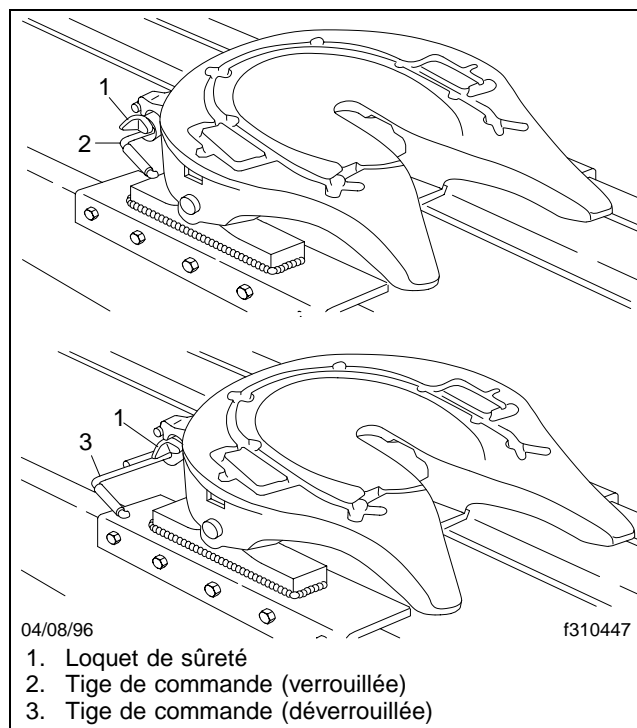

Fig. 10.13, Mécanisme de verrouillage du pivot d'attelage Simplex, verrouillage et déverrouillage
déplaçant le pivot d'attelage. Lorsqu'on dégage le tracteur de la semi-remorque, le pivot d'attelage fait tourner la mâchoire jusqu'à ce que celle-ci soit dans une position permettant au pivot d'attelage de sortir du mécanisme. Lorsque la mâchoire est entièrement ouverte, la tige de commande du verrou sort de la position de verrouillage et la sellette d'attelage est prête pour l'attelage. Consultez la **Fig. 10.13**.
6. *Si le véhicule est équipé d'un déverrouillage manuel du pivot d'attelage* : Libérez le mécanisme de verrouillage du pivot d'attelage en soulevant le loquet de sûreté vers l'arrière et en tirant la tige de commande du verrouillage vers l'extérieur et vers le haut pour la placer en position déverrouillée. Consultez la **Fig. 10.13**. Le décalage de la tige supérieure de commande de verrouillage devrait reposer sur la pièce coulée qui se trouve au-dessus de l'orifice. Si la tige de commande ne peut pas être tirée en position déverrouillée, faites marche arrière légèrement avec le tracteur pour réduire la force retenant le pivot d'attelage contre la mâchoire.